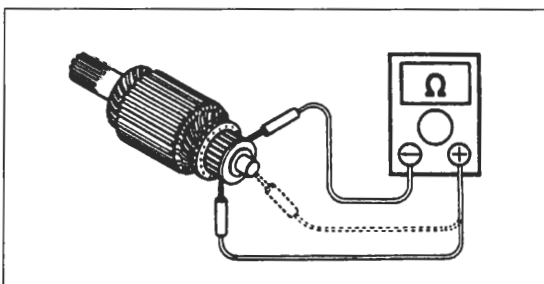

Bild 94
- ☞ Stromdurchgang zwischen einzelnen Kollektorlamellen ist normal (Bild 94), bei Strom-